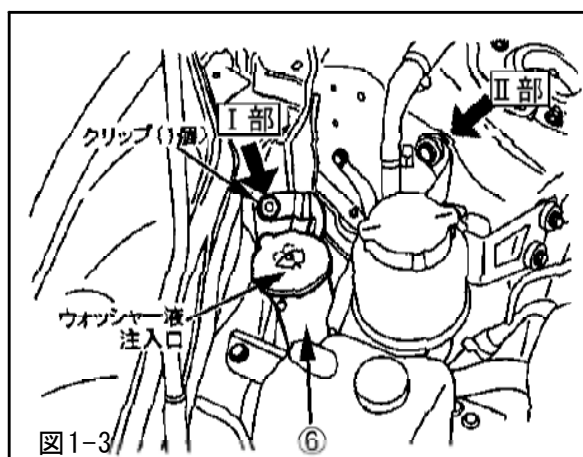

図1-3
(4) I 部のクリップ (1 個) を取外し、⑥を取外してください。(図1-3)
(5) II 部のボルトを取外してください。(図1-3)